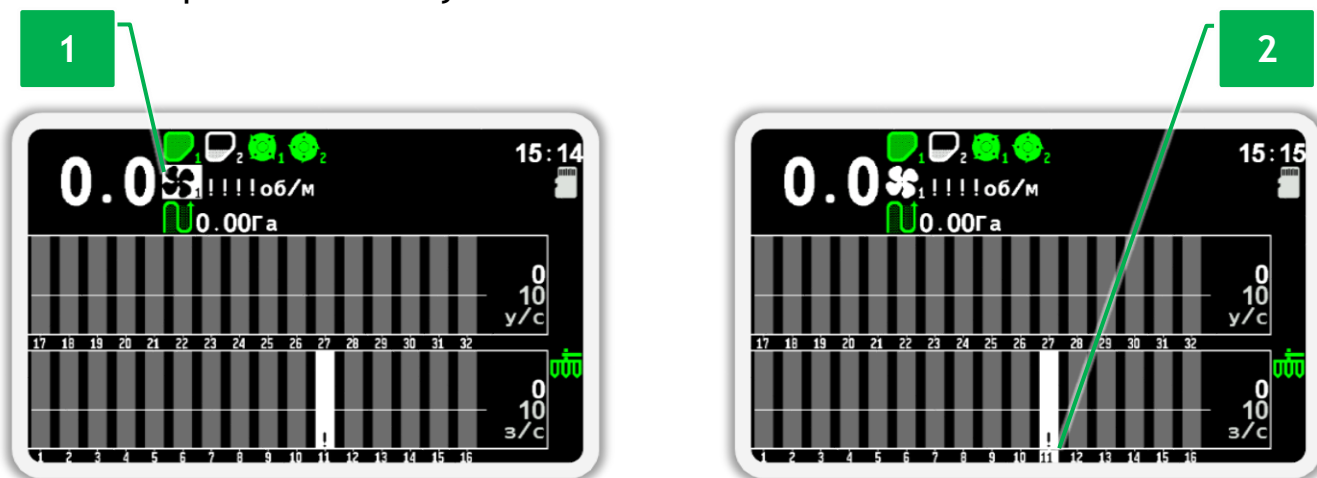

Рисунок 22 Пример выбранных датчиков: 1 - выбран датчик контроля вентилятора, 2 - выбран датчик высева №11 (белый фон у номера датчика)
2. Нажимайте кнопку  «Вниз» (или  «Вверх») до тех пор, пока не выберите снятый с контроля датчик. Примеры выбранных датчиков изображены на Рисунок 22.